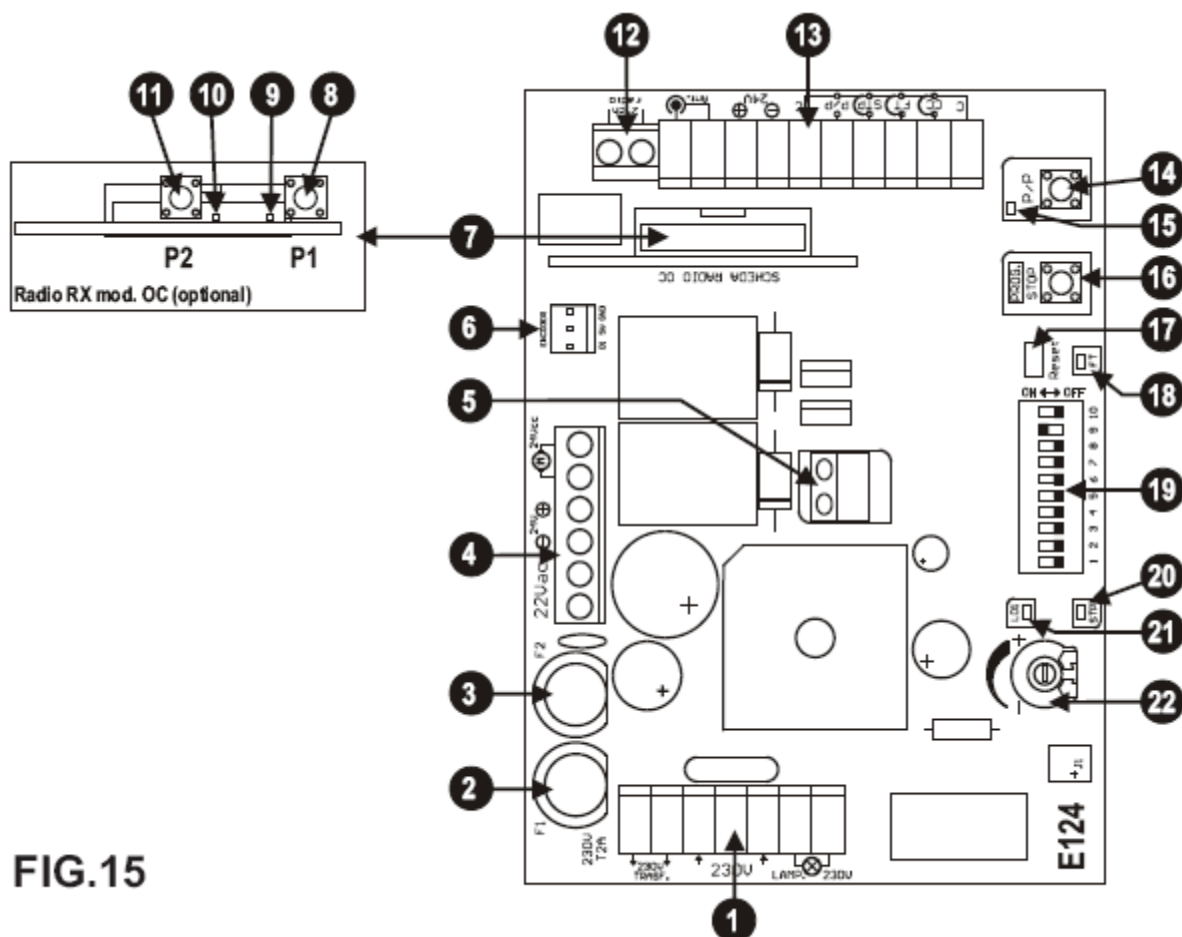

FIG.15
Az ábra magyarázata (Fig.15)
Az öntanulás ideje alatt az S/S gombot többször kell használni (14-es a Fig. 15-ön), vagy az S/S vezérlést használhatjuk (14-es csatlakozó a Fig. 16-on) amit a távirányító a vevő 1. csatornáján memorizál.
2. Nyomja meg és tartsa lenyomva a PROG gombot, és közben zárja rövidre a reset jumpert egy pillanatra (17, Fig.15).
1 Állítsa a 9-es dip-kapcsolót ON-ra (19-es a Fig. 15-ön)